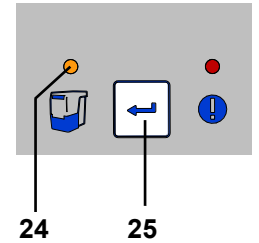

Fig. 11
- ⇒ Pressione a tecla Enter (25) (o contador do intervalo de tempo é reiniciado).
- ◆ O indicador da gaveta do pó (24) apaga-se.
**Enquanto a gaveta do pó não for esvaziada, o respectivo indicador (24, Fig. 11) permanece aceso. Além disso, depois de o aparelho ser desligado e novamente ligado, o sinal sonoro soando 3 vezes relembra a necessidade de esvaziar a gaveta do pó.**